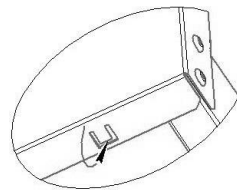

Рисунок 4 - Язычки в нижней части стенки боковой
5. Вогнуть язычки в нижней части стенки боковой при помощи отвертки в основание шкафа (Рисунок 4).